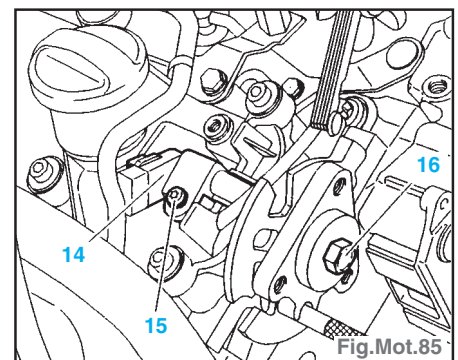

Fig.Mot.85
- Desserrer la vis (15), reculer le capteur
(14) à fond de boutonnières (Fig.Mot.85).